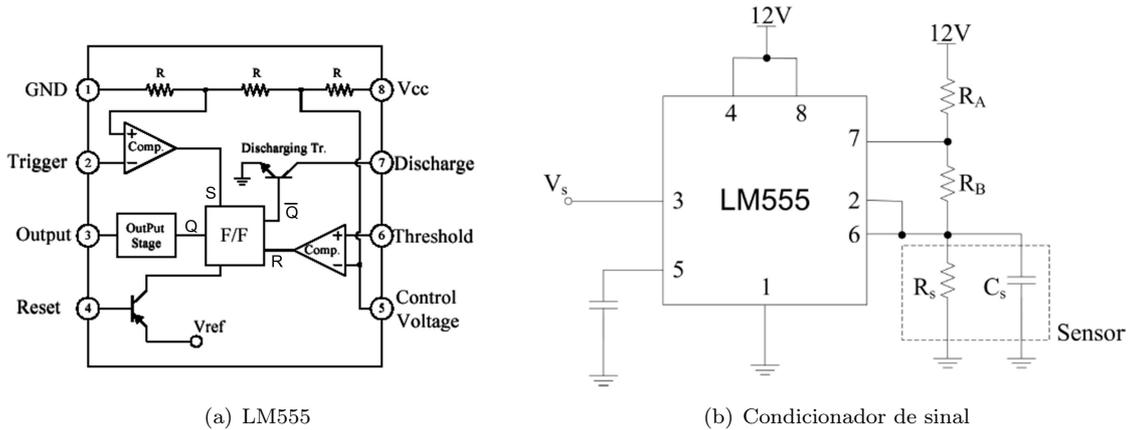

Figura 1: Circuito do quesito 1.
1. Considere um sensor capacitivo real, que, além da capacitância C_s , possui uma resistência interna finita R_s . A medição da capacitância C_s pode ser feita de forma indireta usando um oscilador astável com o LM555, conforme a configuração da Figura 1. Neste circuito, o período do sinal V_s dependerá das resistências R_A , R_B , R_s e da capacitância C_s .